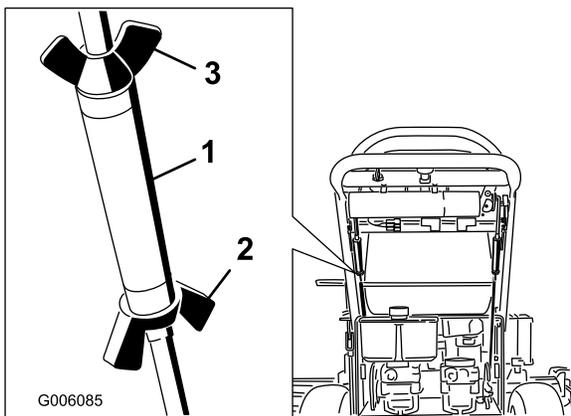

Figura 58
2. Afloje las tuercas de orejeta de la varilla de control derecha, y gire el tensor en un sentido u otro para centrar la palanca de control derecha en la posición de bloqueo/punto muerto. Bloquee el tensor apretando las tuercas de orejeta (Figura 58).
3. Afloje las tuercas de orejeta de la varilla de control izquierda y gire el tensor en un sentido u otro para modificar el avance de la máquina. Bloquee el tensor apretando las tuercas de orejeta (Figura 58).